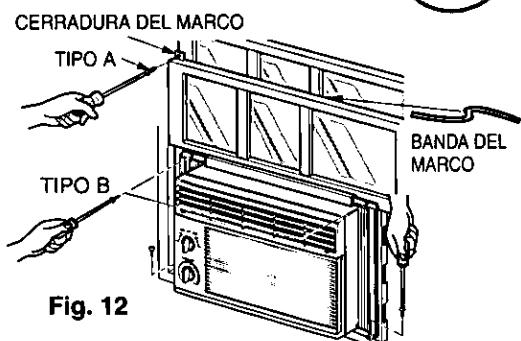

Fig. 12
Extienda los paneles para llenar los orificios de la ventana usando los 4 tornillos (TIPO B) como en la Fig. 12.
a. Corte la banda del marco del mismo ancho de la ventana. Coloque la banda del marco entre el vidrio y la ventana para prevenir la penetración al cuarto de insectos y aire, como en la Fig. 12.
b. Atornille la cerradura del marco usando un tornillo TIPO A, como en la Fig. 12.